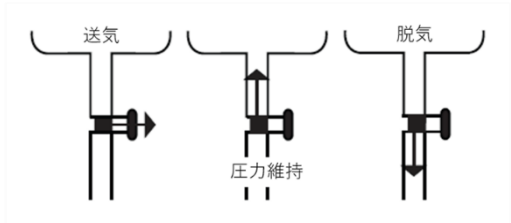

図 1.
3. 三方活栓の矢印の方向に回す。(図 1.送気の通り)
5. 必要な加圧に達した時は、三方活栓のハンドルを矢印の方向に回し、圧力を維持する。(図 1.圧力維持の通り)
6. バッグを萎ませる時は、三方活栓のハンドルを矢印の方向に回す。(図 1.脱気の通り)